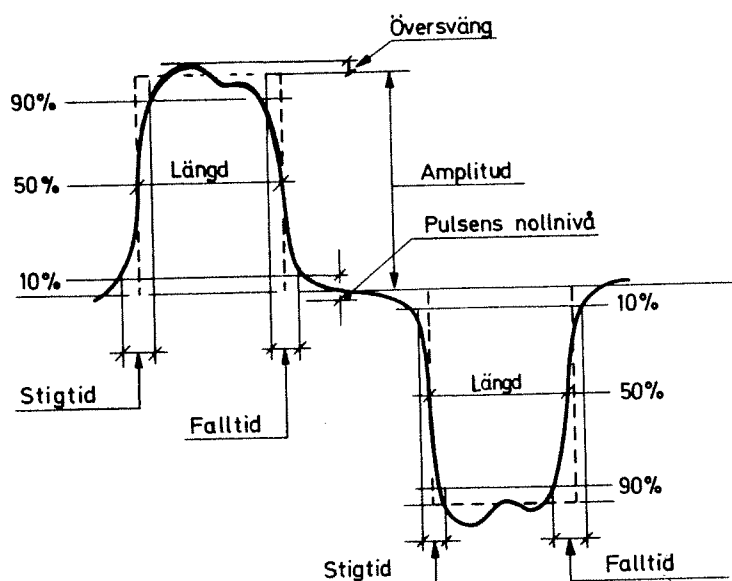

Bild 15
3.4.13.2 Kontrollera att följande värden erhålls: (se bild 15)
Pulsformer, se bild 15.